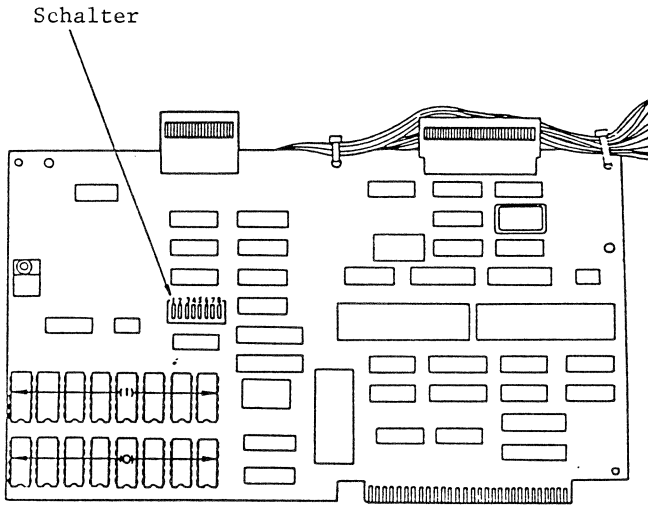

Abb. 8.7. Plattencontroller-Platine
(2) Position (0)/Position (1) (Schalter 5, 6)
Wie Abb. 8.7 zeigt, gibt es in der linken unteren Ecke der Plattencontroller-Platine zwei Reihen, Bank (0) und Bank (1), in die Hauptspeicher-Chips eingesteckt werden können. Auf Bank (0) und (1) können Hauptspeicher-Chips mit 64 KBit oder 256 KBit eingesteckt werden. Prüfen, welche Hauptspeicher-Chips auf Bank (0) und (1) stecken und die Schalter 5 und 6 entsprechend einstellen.
(3) Schalter aktiviert Hauptspeicher/Schalter deaktiviert Hauptspeicher (Schalter 7)